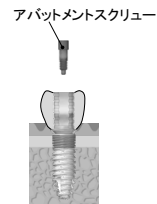

図 1-4
- (4) 作製したプロビジョナルクラウンを洗浄・滅菌し、滅菌したアバットメントスクリューを用いて口腔内のフィクスチャーに固定する(締結トルクは、NP は 20 N・cm、RP/WP は 30 N・cm)。(図 1-4)
- (5) 暫間補綴後、プロビジョナルクラウンを取り外す。